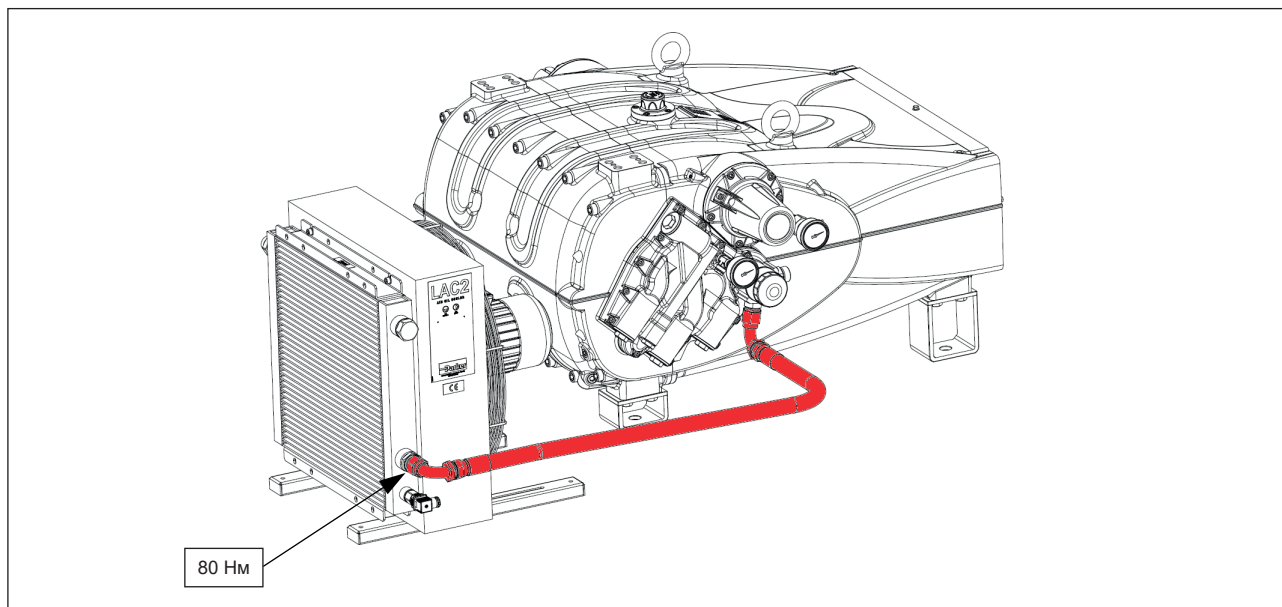

Рис. 15
2. Подсоедините первую трубу с помощью колена 90° к штуцеру на входе теплообменника, расположенному снизу (см. рис. 15). Затяните ее с моментом 80 Нм.